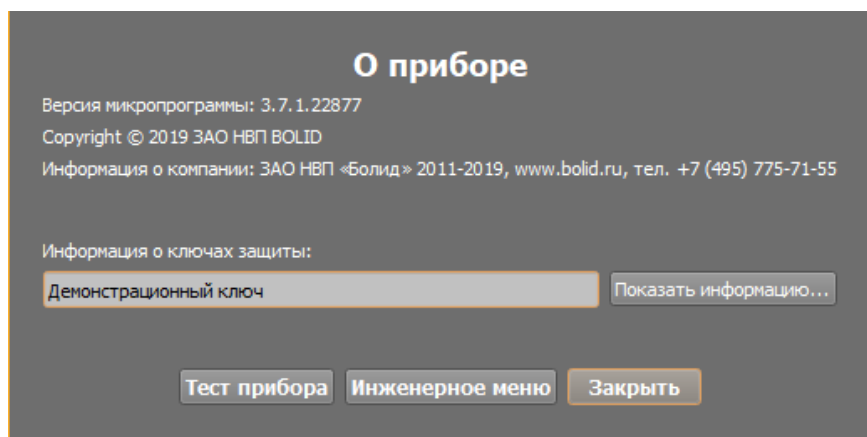

Рисунок 6. Окно информации о приборе с кнопкой запуска теста индикации
- Для запуска теста необходимо в панели оболочки коротким нажатием на иконку щита вызвать окно «Информация о приборе», в котором нажать кнопку «Тест прибора» (рис.6).